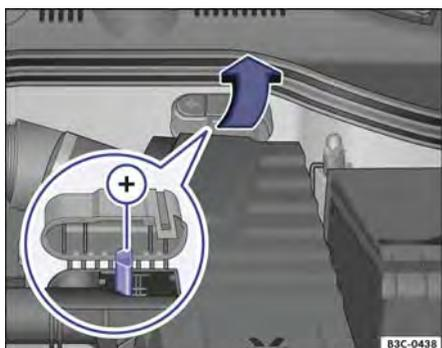
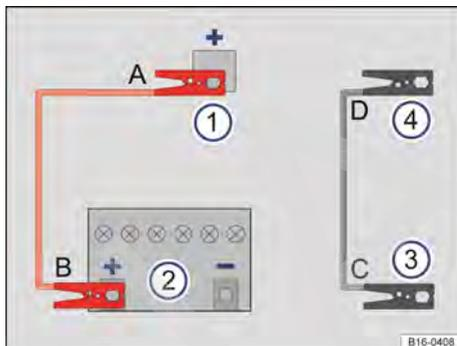

Fig. 218 No compartimento do motor sob uma cobertura: ponto de auxílio à partida (polo positivo).
Fig. 219 Esquema para a conexão dos cabos auxiliares de partida no veículo que presta auxílio de partida.
O ponto de auxílio à partida (polo positivo) → Fig. 218 ⓘ está embaixo de uma cobertura.
Legenda para Fig. 219:
Conectar o cabo auxiliar de partida somente na sequência **A – B – C – D** → Fig. 219.
- Se necessário, abrir a cobertura da bateria do veículo no compartimento do motor → Página 305 ou rebater a cobertura do ponto de auxílio à partida (polo positivo) → Fig. 218.
- Conectar uma extremidade do cabo auxiliar de partida *vermelho* ao polo positivo (+) do veículo com a bateria do veículo descarregada → Fig. 219 ① ou no ponto de auxílio à partida (polo positivo) → Fig. 218 → ▲.
- Conectar a outra extremidade do cabo auxiliar de partida *vermelho* ao polo positivo (+) da bateria do veículo fornecedora de corrente → Fig. 219 ②.
- Conectar uma extremidade do cabo auxiliar de partida *preto* → Fig. 219 ③, de preferência, num ponto de auxílio à partida (ponto de aterramento), ou então, na argola de reboque dianteira roscada, conectar uma peça metálica maciça firmemente aparafusada com o bloco do motor ou no próprio bloco do motor.
- Conectar a outra extremidade do cabo auxiliar de partida *preto* → Fig. 219 ③ no veículo com a bateria descarregada, de preferência, ao ponto de auxílio à partida (ponto de aterramento) ou então na argola de reboque dianteira aparafusada → Página 286, numa peça metálica maciça firmemente aparafusada com o bloco do motor ou no próprio bloco do motor → ▲.
- Desconectar o cabo auxiliar de partida com o motor em funcionamento somente na sequência **D – C – B – A** → Fig. 219.